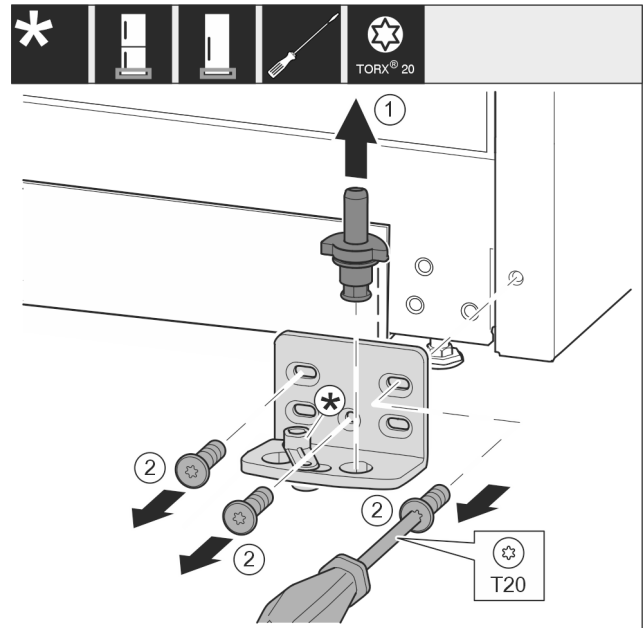

Fig. 44 \*
- ▶ 将轴承螺栓 Fig. 44 (1) 完全向上拉出。\*
- ▶ 将螺钉 Fig. 44 (2) 用螺丝刀旋开并取下托架。\*